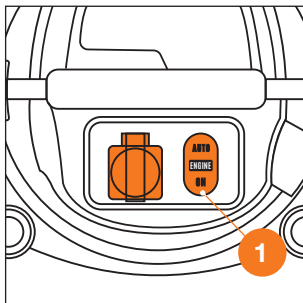

Рис. 14
- положение «AUTO» - работа с электроинструментом (Рис. 14).